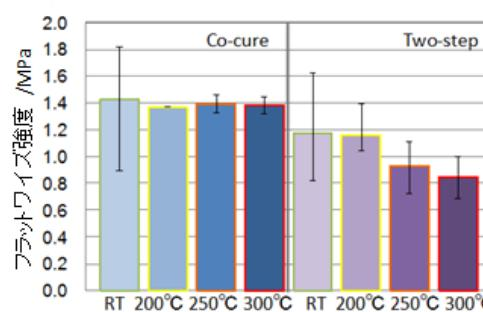

図2 フラットワイズ強度
- **測定結果** 両成形条件で作製したパネルで、高いフラットワイズ強度を示すことが確認されました(図2)。また、300°Cでもフラットワイズ強度、曲げ剛性、及び曲げ強度を維持することが確認されました。これらの結果から、本サンドイッチパネルは耐熱部材としての適用可能 性が示唆されました。